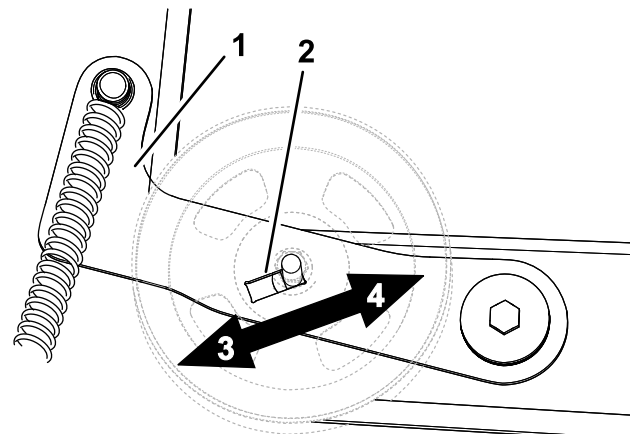

Figure 55
5. Ajustez la poulie dans la fente comme nécessaire (Figure 55).